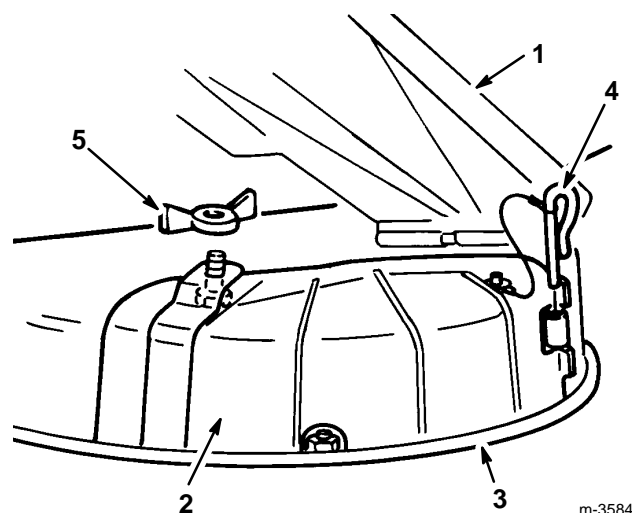

Figure 12
2. Soulever le déflecteur d'herbe, placer l'obturateur d'éjection sur l'ouverture, l'abaisser jusqu'au bord inférieur de la tondeuse et le glisser dans la charnière avant (Fig. 12).
3. Insérer l'axe de pivot dans la charnière (Fig. 12).
4. Fixer l'obturateur d'éjection au carter de tonte à l'aide de l'écrou papillon (Fig. 12).